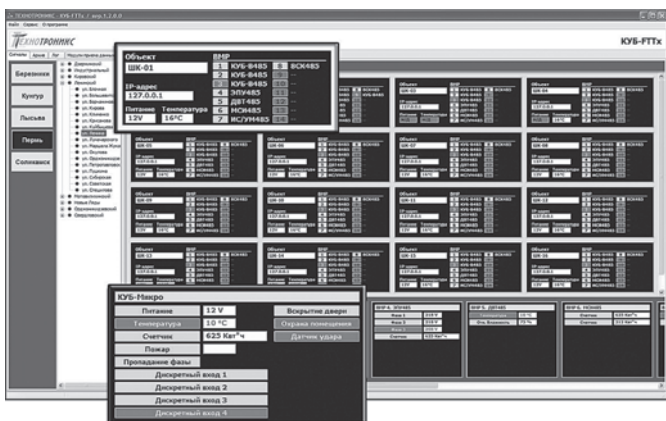

Рис. 1. Отображение индикаторов сигналов с конкретного устройства на конкретном объекте
- удобную систему отображения аварийной сигнализации и всех необходимых данных диспетчеру (рис. 1),